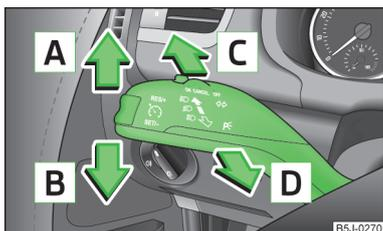

Fig. 23
- » Tirar de la palanca del intermitente » fig. 23 de la página 47 hacia el volante y, al mismo tiempo, desplácela hacia abajo y manténgala en esta posición.
- » Tirar de la palanca del intermitente » fig. 23 de la página 47 hacia el volante y, al mismo tiempo, desplácela hacia arriba y manténgala en esta posición.
Posiciones de la palanca de mando » fig. 23
- › Presionar la palanca de mando » fig. 23 de la página 47 hacia arriba o hacia abajo; se conectará la luz de posición en el lado derecho o izquierdo del vehículo. ▶